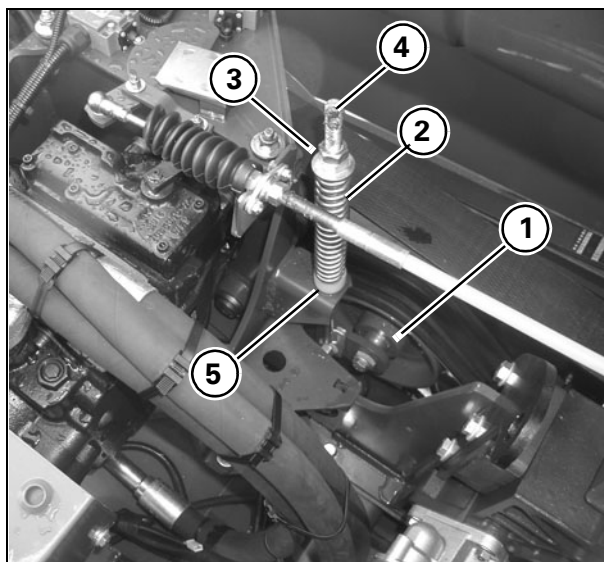

Рис. 9
6.) Приводной ремень гидростатического насоса Рис. 9